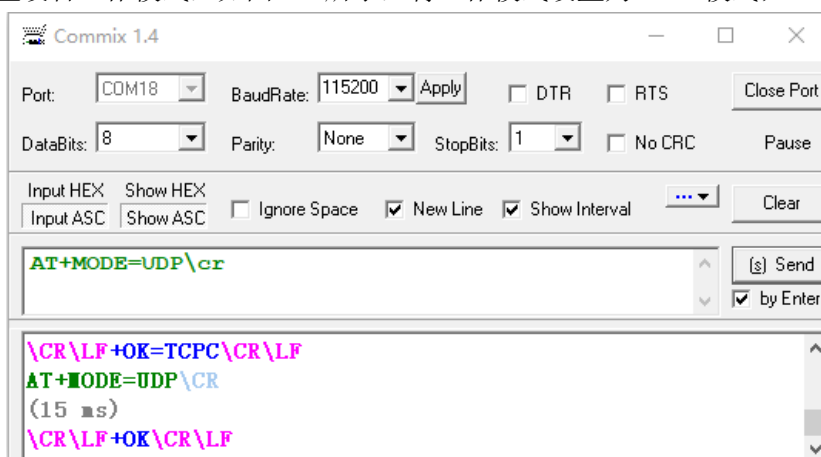

图 9-4 AT 指令设置 UDP 模式
- 2) 设置设备工作模式，如图 9-4 所示，将工作模式设置为 UDP 模式；